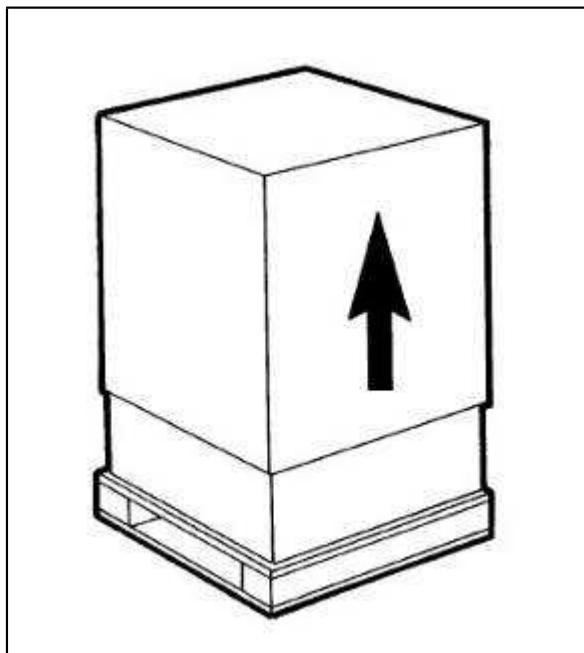

Рис. 1
- Распаковав изделие, убрать и сохранить упаковку для зимнего хранения. Удостовериться, что аппарат не поврежден при перевозке (Рис.1).